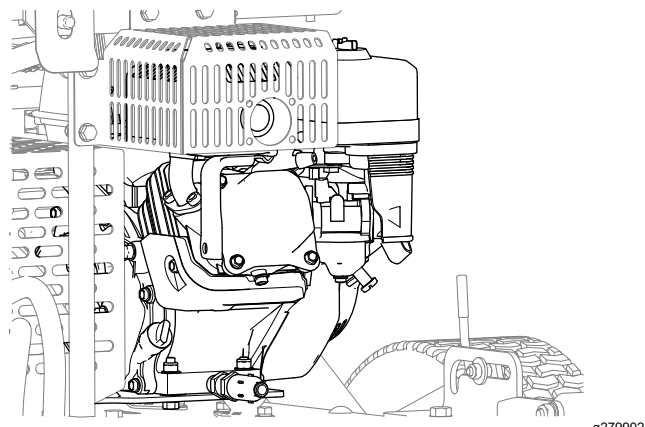

図 42
4. エンジンとエンジン冷却フィンの周囲から汚れをきれいに落とす 図 42。